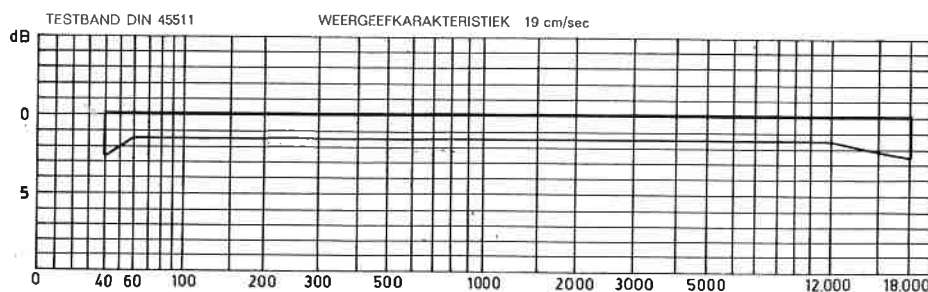

Fig. 15
- Meet de uitgangsspanning ten opzichte van die bij 1000 Hz; deze moet bij 19 cm/s binnen de in fig. 15, en bij 9,5 cm/s binnen de in